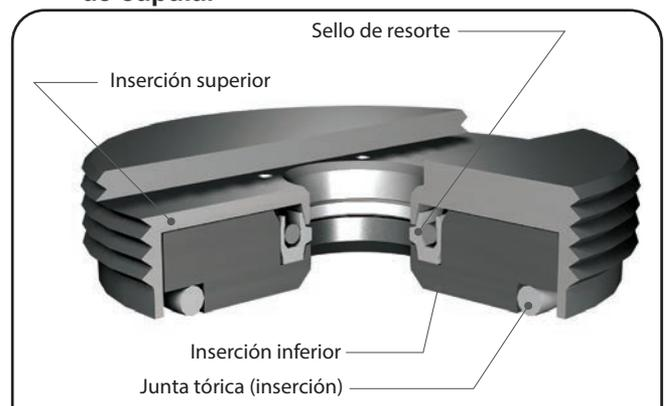

Figura 30: Ensamblaje de la inserción
- e. El ensamblaje de la inserción final se muestra en la Figura 30.